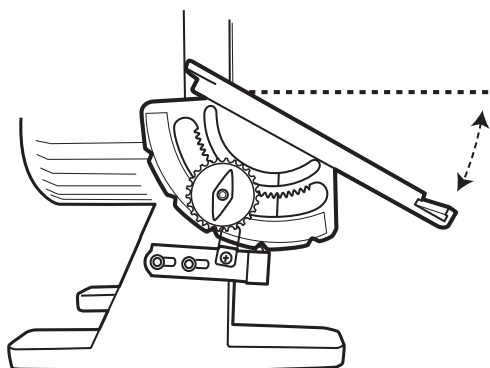
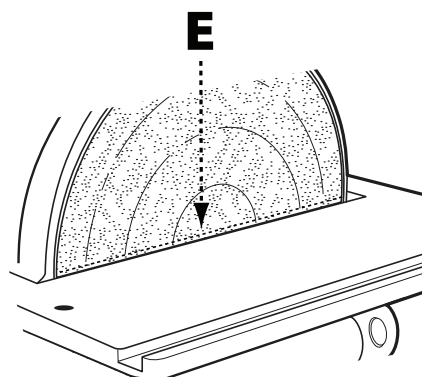

FIGURE 9
FIGURE 10
**⚠ AVERTISSEMENT :** Quelle que soit la position dans laquelle la table est inclinée, le bord de la table (E), indiqué à la Figure 10, ne doit pas être à une distance de plus de 15 mm du disque de ponçage pour éviter de coincer la pièce ou de se coincer les doigts entre la table et le disque de ponçage. Pour régler la position de la table par rapport au disque de ponçage, passez à la section
**⚠ AVERTISSEMENT :** Nous conseillons d'effectuer tous les ponçages en biseau en inclinant la table vers le bas comme indiqué à la Figure 9; cependant, si l'inclinaison vers le haut est nécessaire, la pièce à travailler doit être fermement attachée ou fixée à une installation ou un gabarit pour empêcher la pièce d'être arrachée des mains et de se retrouver coincée entre la table et le disque de ponçage. Voir Figure 10.